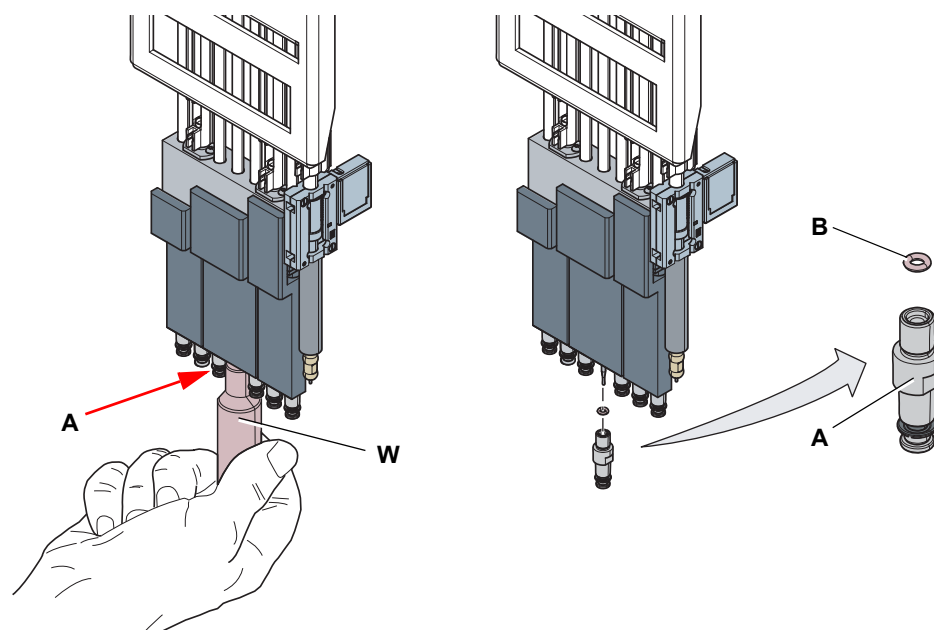

Fig. 7-7 Matrice à 7 embouts, retrait du cône pour DiTi
- 3 Retirez le cône pour DiTi (A) et le joint torique (B) à l'aide de la clé du cône pour DiTi (W) Fig. 7-7 , Fig. 7-18.
- 4 Mettre au rebut le joint torique (B) Fig. 7-7 , Fig. 7-18.